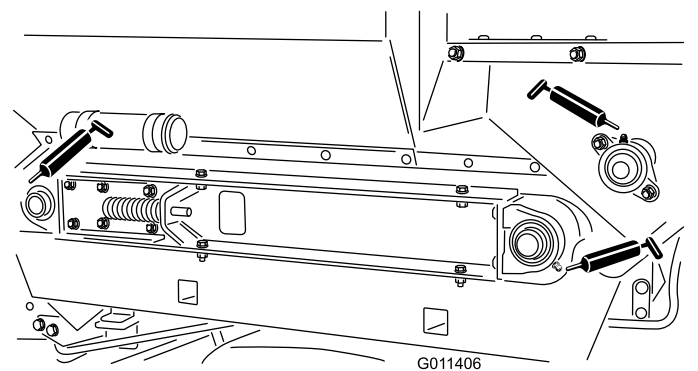

Figure 21
Emplacements (Figure 21) et nombre de graisseurs : paliers d'axe de galet (4) et palier d'axe de brosse (1).